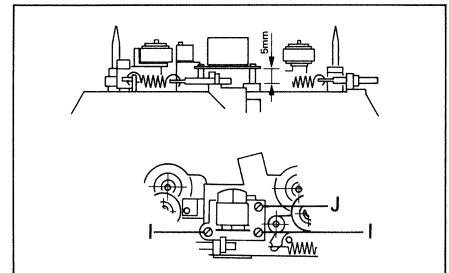

Fig. 3.18
- Die Kopfbühne ist mit Schraube [J] (Fig. 3.18) so einzustellen, dass der Wiedergabekopf auf Spalthöhe rechtwinklig zu der Kopfträgerlehre steht. (Dies kann mit Schieber [2] kontrolliert werden. Wenn die angefräste Seite gegen den Wiedergabekopf zeigt, muss der Luftspalt zwischen Kopf und Schieber parallel verlaufen.)